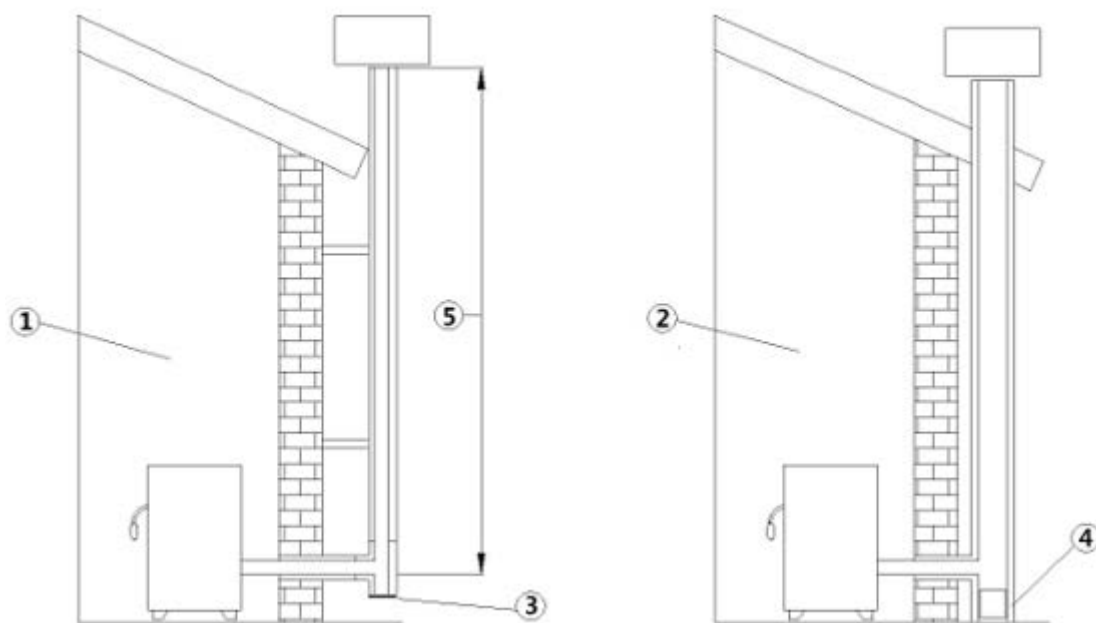

Fig. 1 - Kanały dymowe
OPIS	Fig. 1
- Kanał dymowy powinien być pojedynczy (patrz **Fig. 1**) wykonany z izolowanych przewodów rurowych inox (1) lub na istniejącym kanale dymowym (2).
- Obydwa rozwiązania powinny mieć zamknięcie rewizyjne (3) i/lub drzwiczki rewizyjne (4).